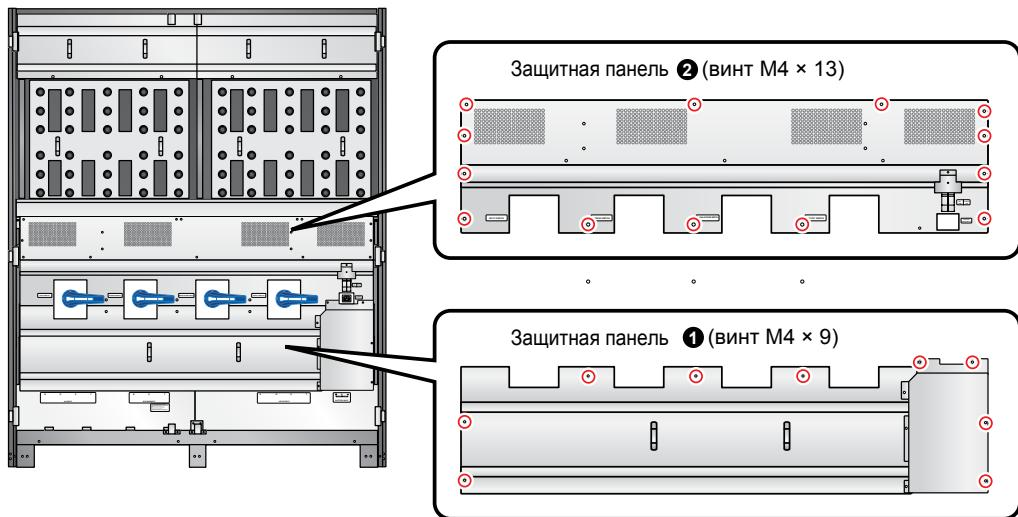

Рис. 5-8. Расположение защитных панелей
- 1** Снимите две защитные панели (1 и 2), показанные на Рис. 5-8.